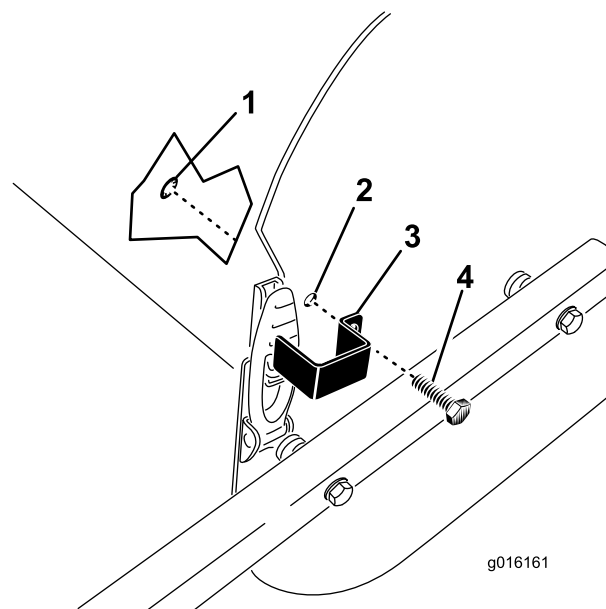

图36
- 用带头螺栓和卡环将门锁板固定到侧板上（图36）。
- 将门锁板放置到机罩门锁上，同时将安装孔与侧板中的孔对齐（图36）。